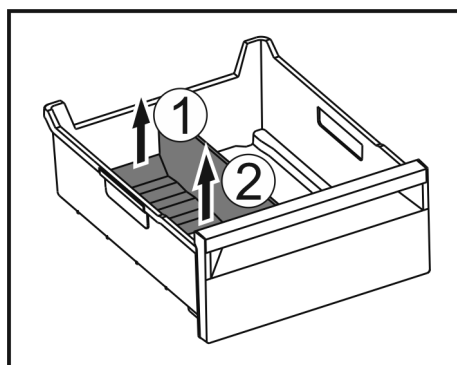

Fig. 220
- Hinteren Teil des Eisfach-Trenners anheben. Fig. 220 (1)
- Eisfach-Trenner nach oben entnehmen. Fig. 220 (2)